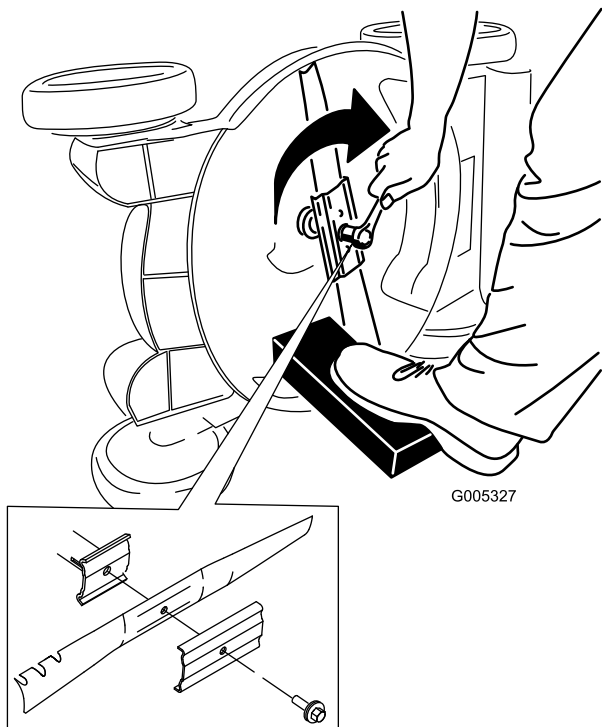

Figura 49
5. Instale la cuchilla nueva y todos los herrajes de montaje (Figura 49).
3. Con el motor en marcha y la cuchilla engranada, dirija un chorro de agua por delante de la rueda trasera derecha (Figura 49).